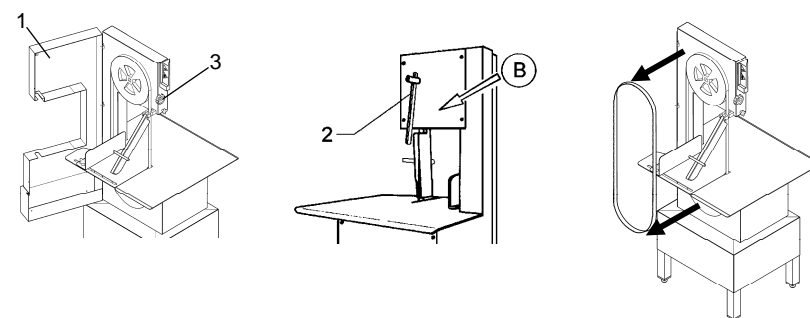

图 7.6.2
7.6.2、更换锯片（图7.6.2）
- 释放图7.6.2中箭头“B”指示的旋钮“2”。
- 转动位置“A”（图7.6.2）上的旋钮，拉长锯片。